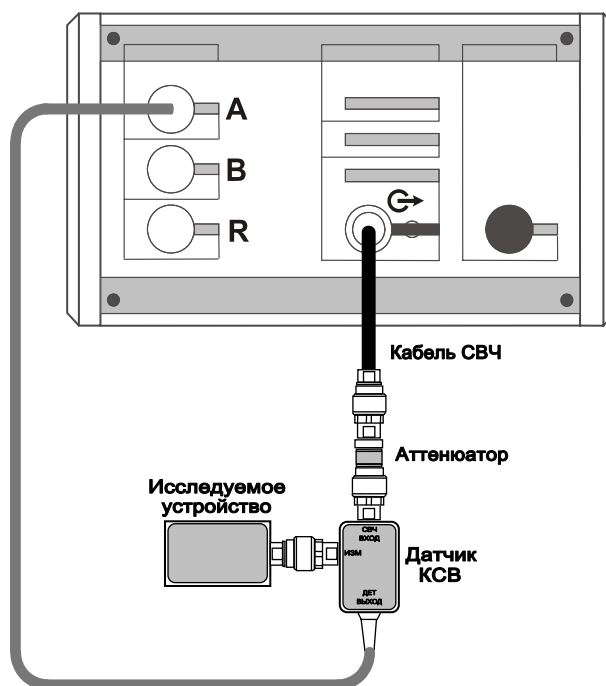

Рисунок 5.15 – Схема измерения модуля КО с согласующим аттенюатором
- а) для дополнительного согласования выхода СВЧ со входом датчика КСВ рекомендуется устанавливать на вход датчика КСВ вентиль или аттенюатор (рисунок 5.15).